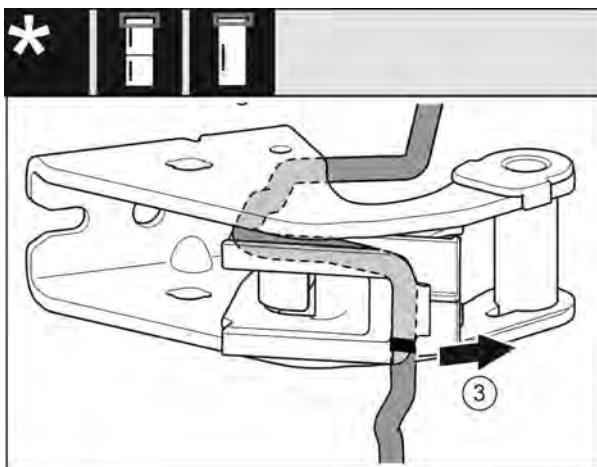

Fig. 15
- Демонтируйте кабель с держателем кабеля из опорного кронштейна. Fig. 15 (3)